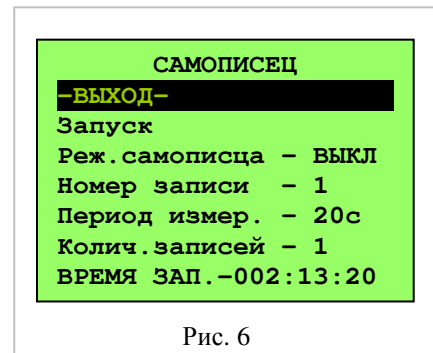
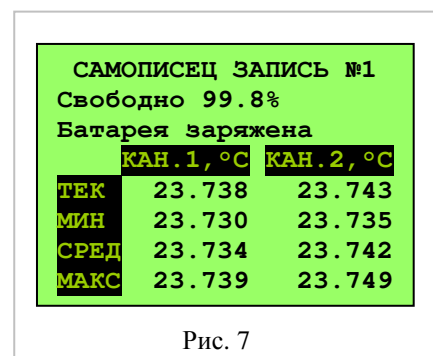

Рис. 6
Рис. 7
2.3.5 Поле «Самописец» - вход в меню работы с функциями самописца. Рис.6. «Самописец» позволяет записывать во встроенную память МИТ 2.05М результаты измерений с целью последующего считывания их на компьютере. МИТ 2.05М имеет встроенную память на 800 значений. Память самописца может быть разбита на 1 (800 значений), 2 (2x400 значений), 4 (4x200 значений) или 8 (8x100 значений) блоков. В каждый их блоков памяти данные записываются и считываются независимо от других блоков. Период опроса каналов в режиме самописца может быть выбран из ряда: 0,3 с (для одного включенного канала) или 0,6 с (для двух включенных каналов); 2,5 с (для одного включенного канала) или 5 с (для двух включенных каналов); 10 с; 20 с; 30 с; 1 мин; 2 мин; 5 мин; 10 мин; 20 мин; 30 мин. В режиме самописца с периодом опроса каналов от 10 с до 30 мин МИТ 2.05М находится в режиме малого энергопотребления (на дисплее прибора ничего не отображается). При нажатии на любую из кнопок прибора на дисплее появляются следующие данные: свободная память в текущем блоке, уровень заряда батарей, последнее измеренное, максимальное, минимальное и среднее значения с момента запуска самописца (по всем включенным каналам). Рис.7.
После запуска самописца на дисплее МИТ 2.05М выдается сообщение «Режим самописца включен». Если период опроса каналов менее или равен 5 с, то на дисплее прибора появится картинка, аналогичная рис.7. В противном случае дисплей прибора погаснет и МИТ 2.05М перейдет в режим малого энергопотребления. В этом случае для получения информации, аналогичной рис.7, необходимо нажать и удерживать одну из кнопок («▲», «▼», «◀», «▶»),